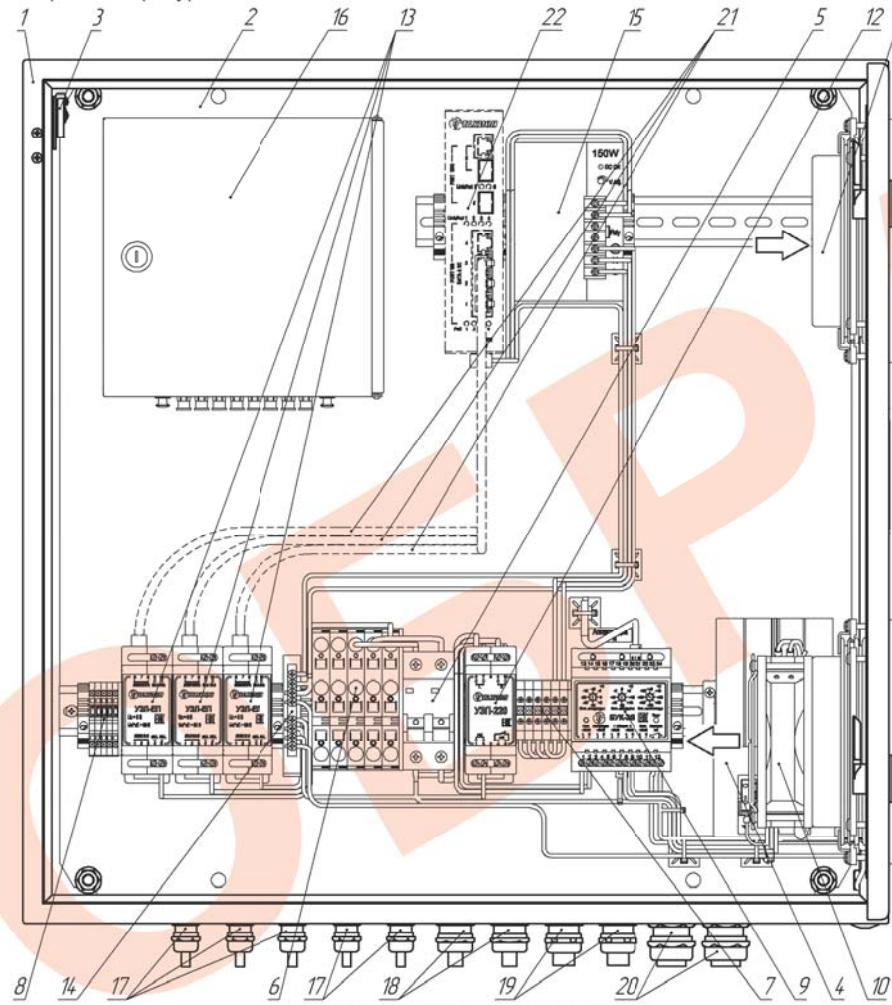

Рис.3. Устройство термошкафа
- снять оптический кросс с монтажной панели, ослабив крепежные винты (рис.3);
4. При необходимости подключить тэмперный контакт S2 (рис.3) к внешнему устройству сигнализации.
5. Подать напряжение питания 220В AC на клеммы X1, при этом фазный провод (L) соединить с контактом 3.1, нулевой провод (N) с контактом 4.1, а провод заземления (РЕ) с контактом 5.1.